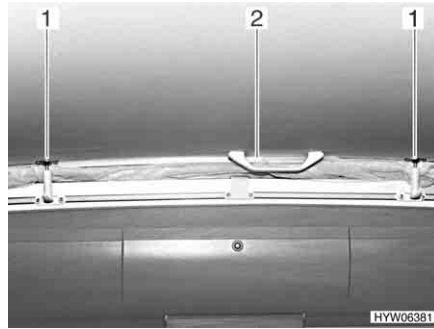

Fig. 46 Tetto sollevabile, chiuso
- Estrarre tutti i tenditori (Fig. 46,1) dal supporto, tirandoli verso il basso.
- Premere il tetto sollevabile verso l'alto mediante le maniglie (Fig. 46,2).
- Premere il tetto sollevabile verso il basso mediante le maniglie (Fig. 46,2).
- Tirare tutti i tenditori (Fig. 46,1) verso il basso e arrestarli.